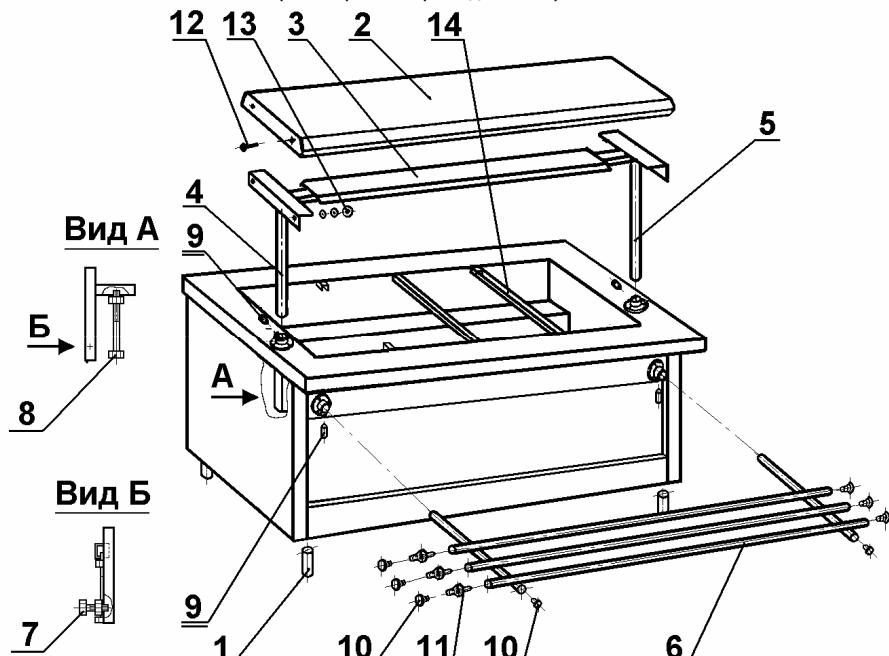

Рис. 2
6.5 Схема сборки мармита приведена на рис. 2.
7.4 Установить в гнёзда столешницы гастрономические ёмкости с продуктами, используя, при необходимости, кронштейны (рис.2, поз.14).